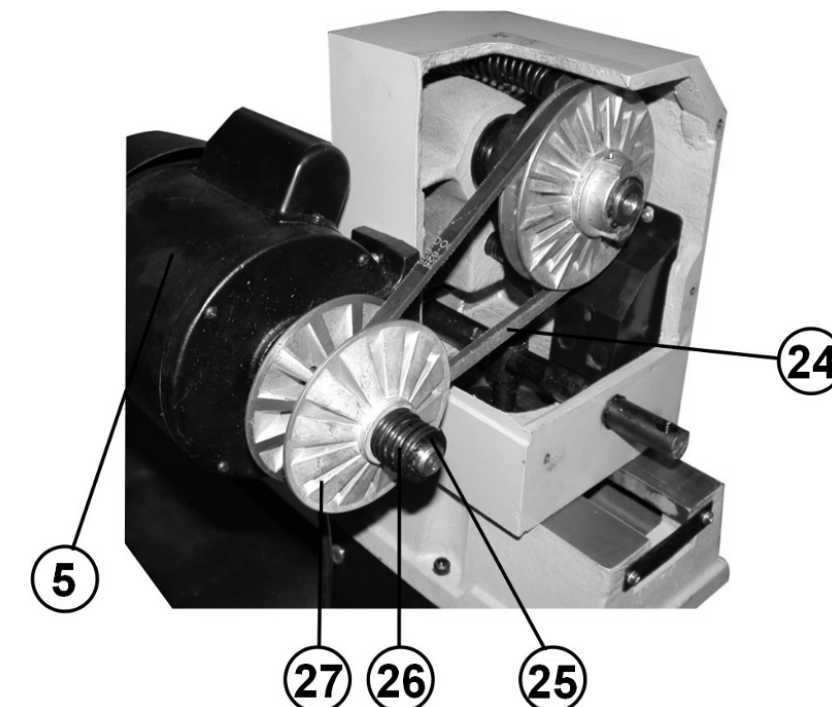

Рис. 16.
10.4. Для замены приводного ремня (24) снимите кожух передней бабки, стопорное кольцо (25) пружину (26) и правый шкив (27) двигателя (5). Замените ремень (24) и установите детали в обратной последовательности, Рис. 16.